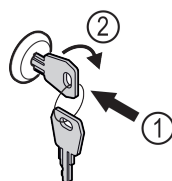

Fig. 105
- ▶ Inserire la chiave Fig. 105 (1).
- ▶ Ruotare la chiave di 90° in senso orario Fig. 105 (2).